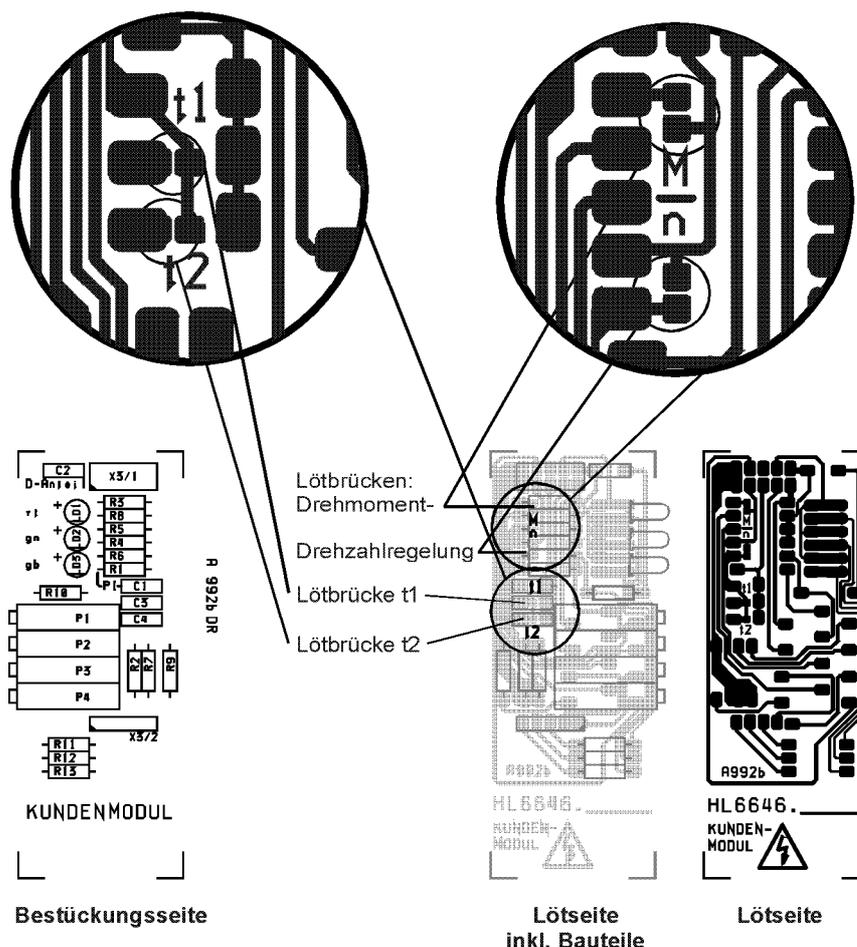

Bild 13: Lage der Lötbrücken auf dem Kundenmodul
- Bild 13 zeigt die Lage der Lötbrücken.
Das Kundenmodul trägt zwei Zusatz-Kondensatoren, mit denen die I-Zeitkonstante (Rückführung, Nachstellzeit) des Drehzahlreglers vergrößert werden kann. Diese Kondensatoren können mittels der Lötbrücken t1 und t2 dem vorhandenen Kondensator zugeschaltet werden. Bild 13 zeigt die Lage der Lötbrücken. Es gilt: